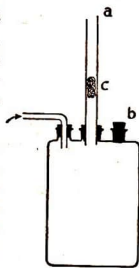

Abb. 27. Dreihalsflasche für Explosion von Luft-Leuchtgas-Gemischen
3. In die Dreihalsflasche der Abb. 27 leitet man Leuchtgas und entzündet es bei a.